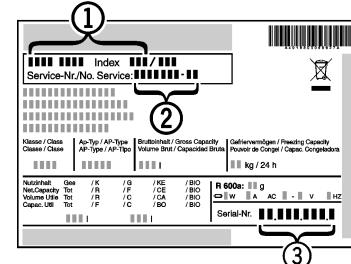

Fig. 8
- ▶ Contact opnemen met de Technische Dienst en het probleem, apparaataanduiding *Fig. 8 (1)*, service-nr. *Fig. 8 (2)* en serie-nr. *Fig. 8 (3)* mededelen.